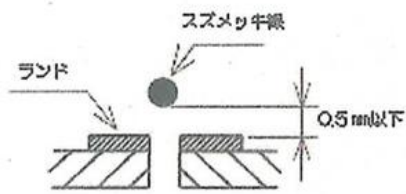

図 15 配線浮き上がり限界
- ⑦以下の部品は、ピンまたはリードを折り曲げず取付ける。
⑧スズメッキ線による配線
- ・配線は基板から浮き上がらないように直線的に行い、浮き上がりの許容差は図15に示すとおりとする。